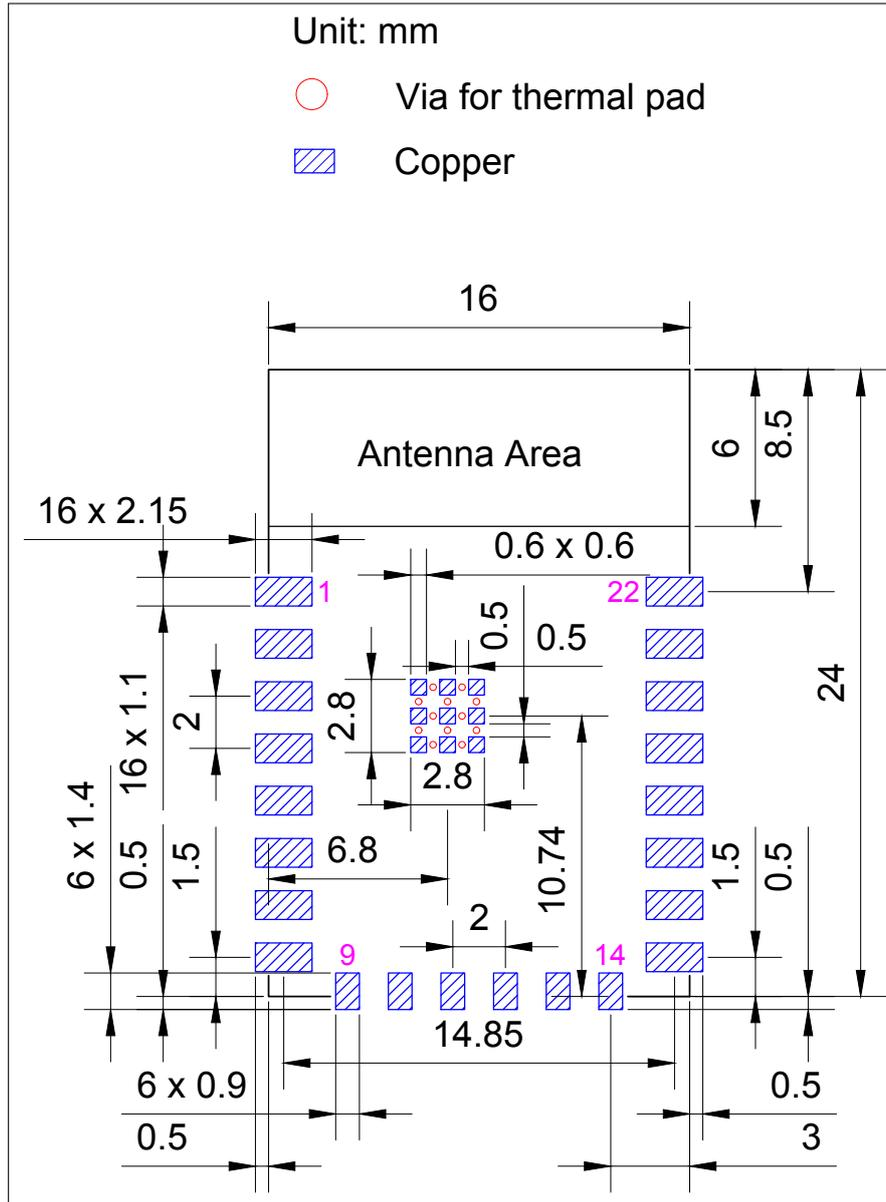

图 7: 推荐 PCB 封装图形
- 推荐 PCB 封装图，标有 PCB 设计所需的全部尺寸。详见图 7 推荐 PCB 封装图形。
- 推荐 PCB 封装图的源文件，用于测量图 7 中未标注的尺寸。您可用 Autodesk Viewer 查看 ESP8685-WROOM-01 的封装图源文件。